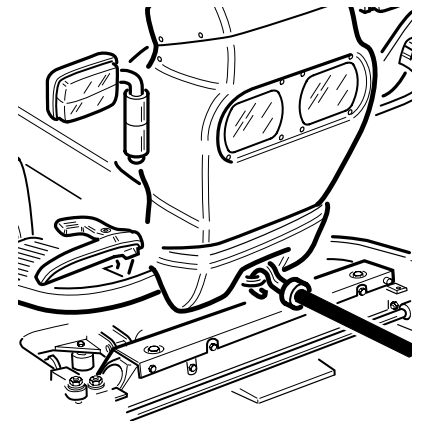

Fig. 58
- la macchina, nella parte anteriore, è dotata di un gancio di traino sfruttabile in caso di avaria del rasaerba (fig. 58);